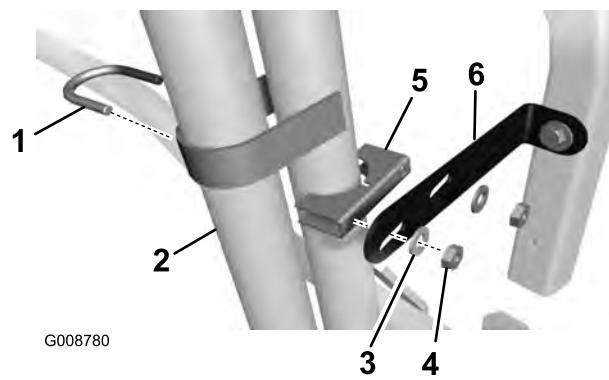

Figura 9
- Monte provisionalmente la pletina de refuerzo al tubo de accesorios con una abrazadera, una base de abrazadera y (2) arandelas y tuercas (Figura 9).